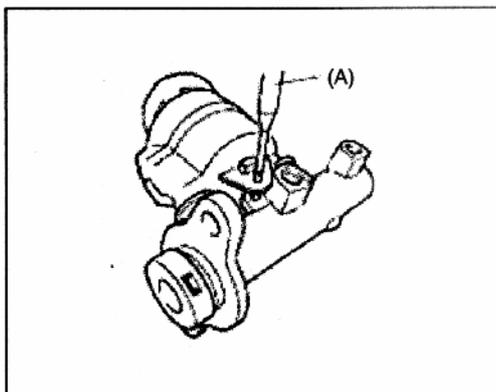

Рис. 690
- 1) При помощи специального инструмента, снимите палец фиксации резервного бачка (Рис. 690).